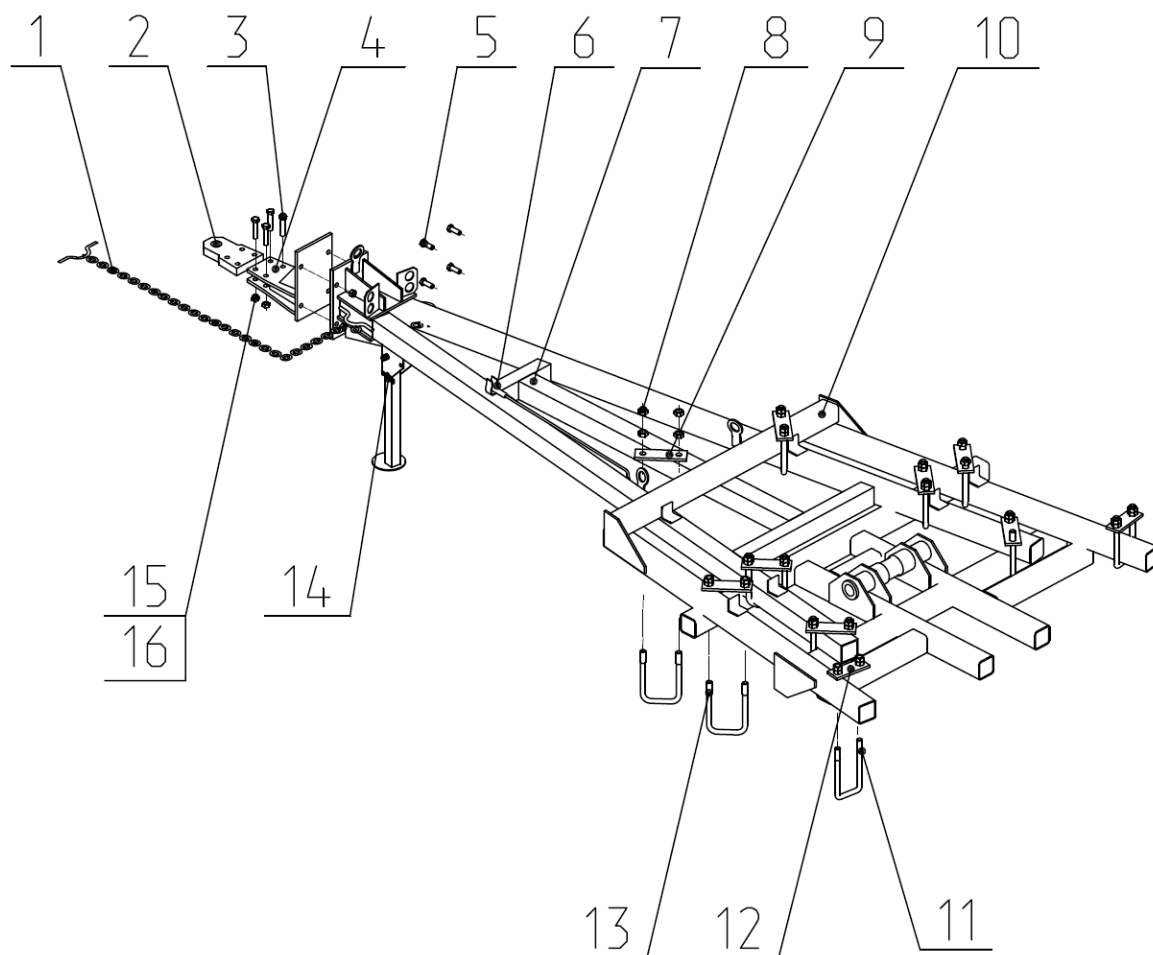

Рис.4 Закрепление сницы на центральной секции.
2.7 Для очистки рабочих органов от земли и растительных остатков к культиватору прикладывается чистик 6 рис.4.
2.9 Сница (Рис.4) предназначена для присоединения культиватора к трактору и состоит из самой сницы поз.7, жестко закрепленной к центральной секции культиватора поз.10а скобами 11, 13 и планками 9, 12, который в свою очередь крепится к передней балке и трубам средней секции культиватора скобами 11, 13 и планками 9, 12. Для исключения продольного смещения на снице и удлинителе приварены упоры. К кронштейну сницы с помощью болтов закреплен кронштейн 4 с прицепной серьгой 2. На снице закреплена страховая цепь 1, транспортная опора 14 и чистик 6.